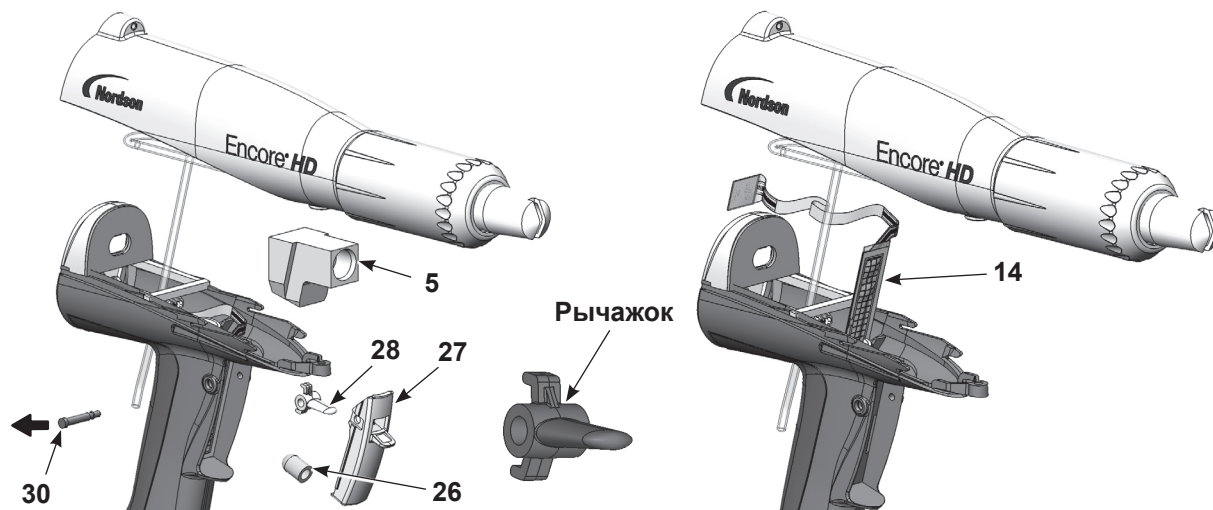

Рис. 17 Спусковой выключатель, замена
1. См. Рис. 17. Повернуть новый выключатель (14) сеткой в сторону передней части распылителя, затем аккуратно завести нижнюю, квадратную часть выключателя через вырез в рукоятке.
4. Вставить клавишу продувки (28) в спусковое устройство (27) распылителя рычажком вверх, см. рисунок. **Не установить клавишу продувки верхней стороной вниз.**
5. Отрегулировать положение клавиш в рукоятке и зафиксировать их на месте, вставив сквозь рукоятку и клавиши ось (30) до положения, в котором ее головка установится вровень с рукояткой. Правильно вставленная ось защелкивается на месте.